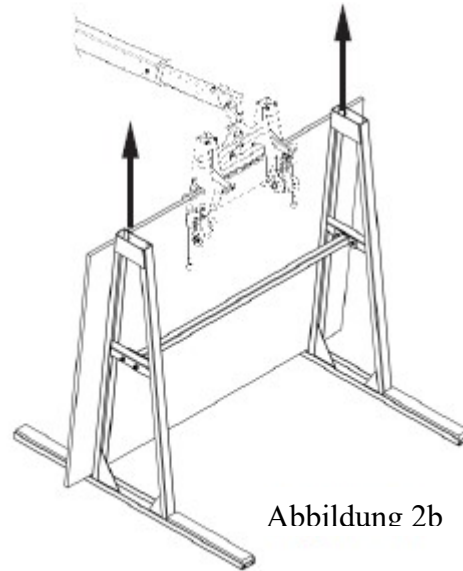

Abbildung 2b
- Heben Sie das Material langsam an, um die Gewichtsbalance beizubehalten. Beim Anheben des Materials setzt das automatische Verriegelungssystem die Klemmböden so frei, dass die Last fest gegriffen werden kann. Das Material kann so von seiner Ausgangsposition transportiert werden (Abbildung 2b).